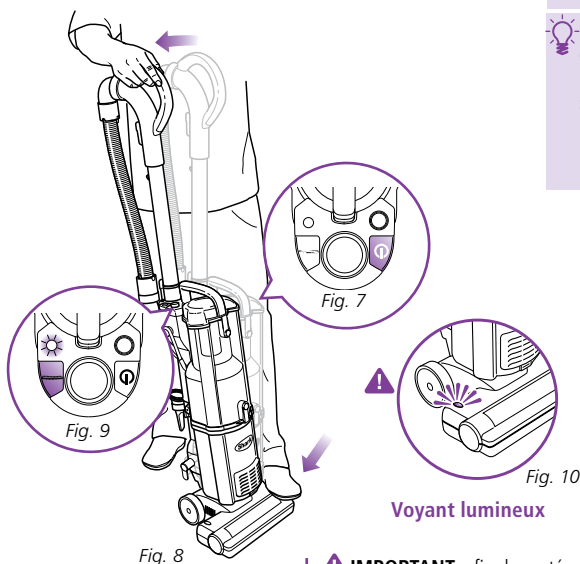

Fig. 8
- 3 Placez votre pied sur la tête motorisée et tirez la poignée vers vous. (Fig. 8)